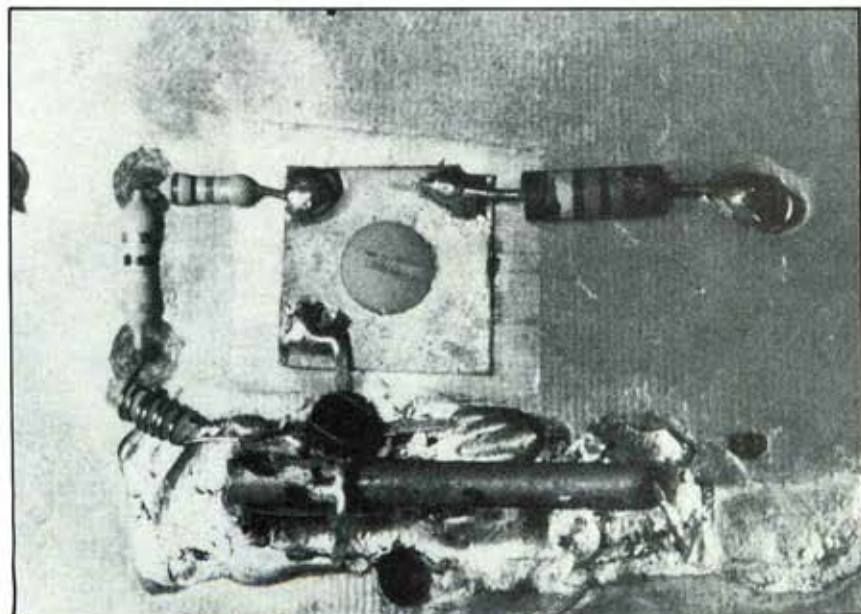

Fig. 3 - Particolare di un prototipo del trasmettitore a montaggio ultimato.
b) Il capo di L2 che non va a R1 sarà saldato all'emettitore di Q1, un MRF901 di produzione Motorola. La base del transistor andrà saldata sul margine superiore del rotore di C (vedere le fig. 2 e 3), e il collettore a L1, il tubetto d'ottone, come mostra la fig. 3. A questo punto, si applicheranno i conduttori d'alimentazione: un filo rosso al piano di massa (che è positivo), utilizzando il terzo dei fori precedentemente praticati, un filo nero al punto di congiunzione di R1 ed R2.